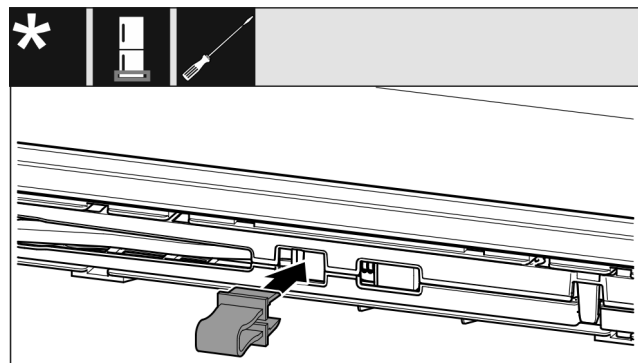

Fig. 14
- ▶ Fixați în poziție siguranța în deschizătură Fig. 14 ()